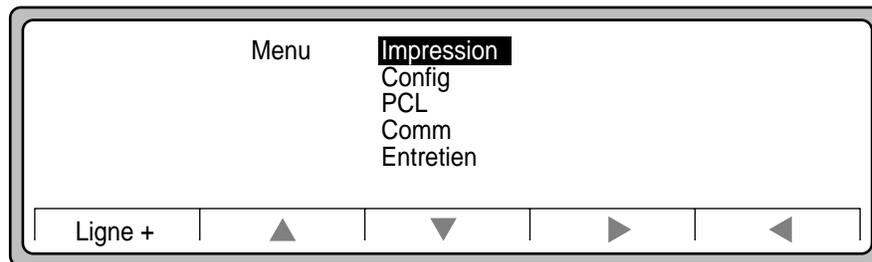

Figure 4-8 Menu
1. Appuyez sur Menu dans le Menu principal. La Figure 4-8 s'affiche.